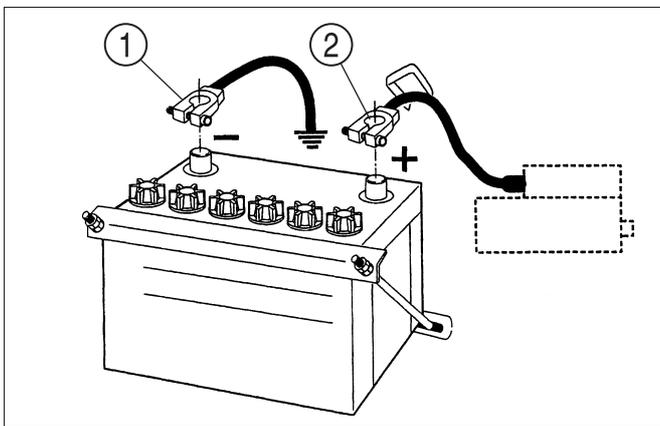

FIG. 77
**FIG. 77 :** Les tracteurs sont livrés avec la batterie installée. Au cas où il serait nécessaire d'installer une batterie de rechange, débranchez le câble négatif (-), ①, d'abord, puis retirez le câble positif (+), ②. Desserrez et déposez le collier de fixation de la batterie et retirez prudemment la batterie du tracteur.